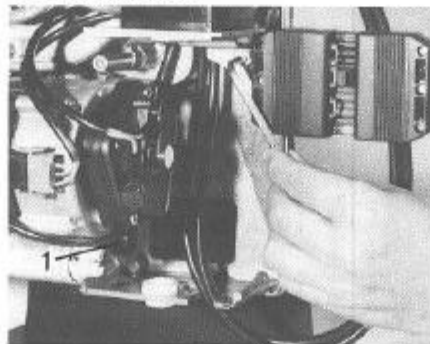

Abb. 17
Der Schaltpunkt ist auf 0,8 mbar eingestellt und braucht nicht verändert zu werden. Abb. 17. Pos. 1.
- Anschlußstecker abziehen (Abb. 17)